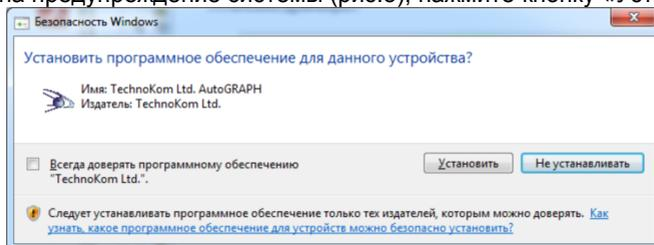

Рис.3.
7. В ответ на предупреждение системы (рис.3), нажмите кнопку «Установить».